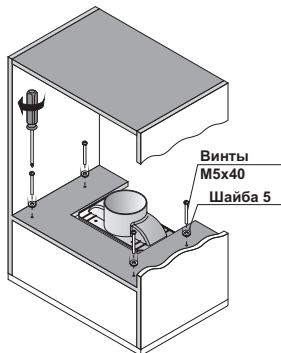

Рис. 2
2. При помощи винтов M5x40 с шайбами из монтажного комплекта и отвертки прикрепите вытяжку к шкафу. (Рис. 2)